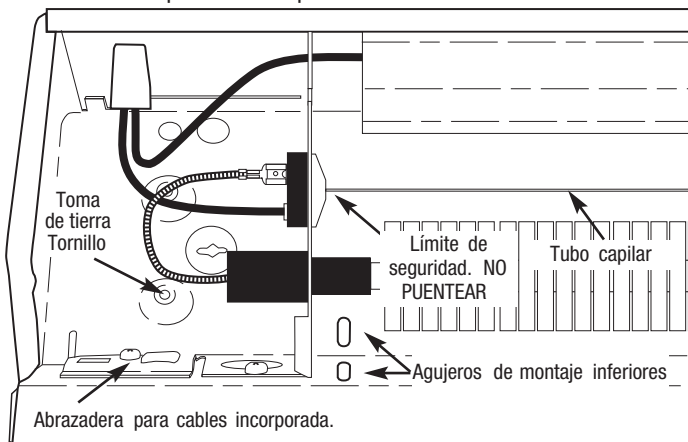

Figura 4: Compartimiento de cables izquierdo
10. Al montar el calefactor, si se utilizan los agujeros de montaje inferiores (vea la Figura 4), asegúrese de que los tornillos no dañen los cables de alimentación eléctrica de la zona que está detrás del calefactor.
11. No retire ni pantee el control de límite de seguridad, ya que esto podría crear en el calefactor un riesgo de incendio; vea la Figura 4.
5. Afloje el tornillo de la abrazadera para cables incorporada (Figura 4) o retire el prepunzonado adecuado del compartimiento de cables del calefactor. Instale el cable de alimentación eléctrica en el compartimiento de cables, dejando al menos 152 mm (6 pulg.) de cable para la conexión al calefactor. Para instalar dos cables de alimentación eléctrica usando la abrazadera para cables incorporada, doble la aleta que cubre el segundo agujero hacia arriba y atrás, sobre la pared posterior del compartimiento de cables. Si no usa la abrazadera, instale un dispositivo de sujeción de cables aprobado (no se incluye) en un prepunzonado adecuado.
**NOTA:** se han provisto perforaciones de montaje estampadas en cruz en la parte posterior del gabinete del calefactor, sobre el elemento calefactor, en las ubicaciones de los tornillos de montaje; vea la Figura 4
6. Coloque el calefactor en la ubicación deseada, y fíjelo a la pared mediante tornillos para madera u otros accesorios de montaje apropiados. Localice los travesaños e inserte los tornillos en ellos, si fuera posible. Para calefactores de hasta 1.8 m (6 pies) de longitud, es adecuado colocar un tornillo en cada extremo. Para unidades más largas se necesita un tornillo adicional en el centro. Apriete los tornillos y luego aflójelos al menos ¼ de vuelta, para permitir que el calefactor se expanda y contraiga durante el uso. Para el caso en que la unidad se monte sobre el piso, se incluyen dos agujeros de montaje adicionales en cada extremo, debajo del elemento calefactor (vea la Figura 4). Instale un tornillo adicional en cada extremo para una mejor estabilidad, asegurándose de aflojar cada tornillo al menos ¼ de vuelta.